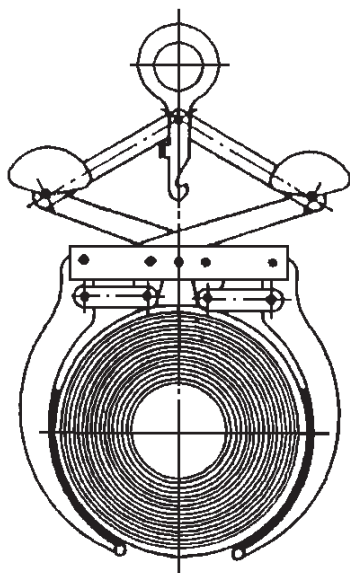

Fig. 4
- Sólo se deben coger las cargas que estén dentro de la capacidad de apertura de las mordazas. Las dimensiones mínimas de la carga deben ser siempre respetadas particularmente para aquellas garras en las que el mínimo no es 0 (Fig. 4).